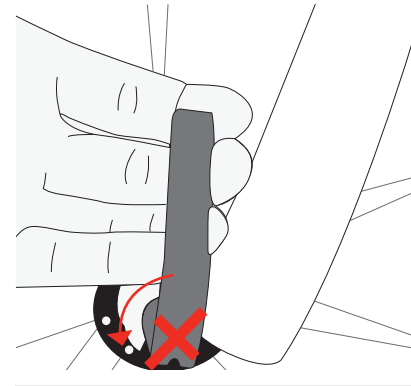

図 39. レバーが回らないことを確認する。
- テスト B、クイックリリースのレバーが回らないことを確認します（図 39）。